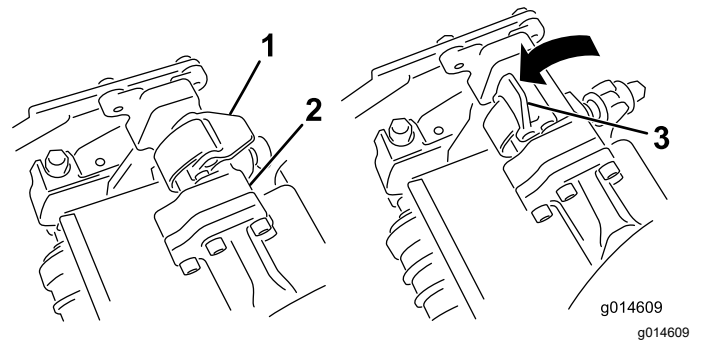
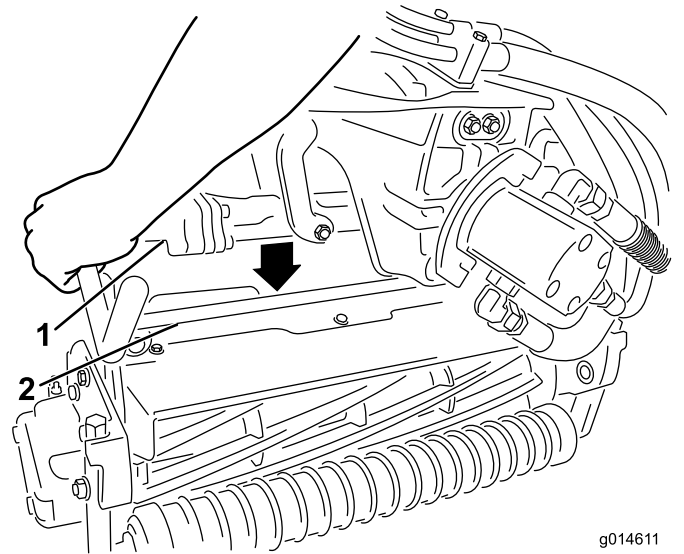

Figura 46
Figura 47
3. Con los enganches del brazo de suspensión orientados hacia arriba (es decir, abiertos) (Figura 46), empuje hacia abajo el brazo de suspensión de modo que la barra encaje en la barra situada en la parte superior de la unidad de corte (Figura 47).
4. Presione los enganches hacia abajo alrededor de la barra de la unidad de corte y bloquéelas (Figura 46).
- Abra los enganches de la barra del brazo de suspensión de la unidad de corte que está retirando (Figura 46).